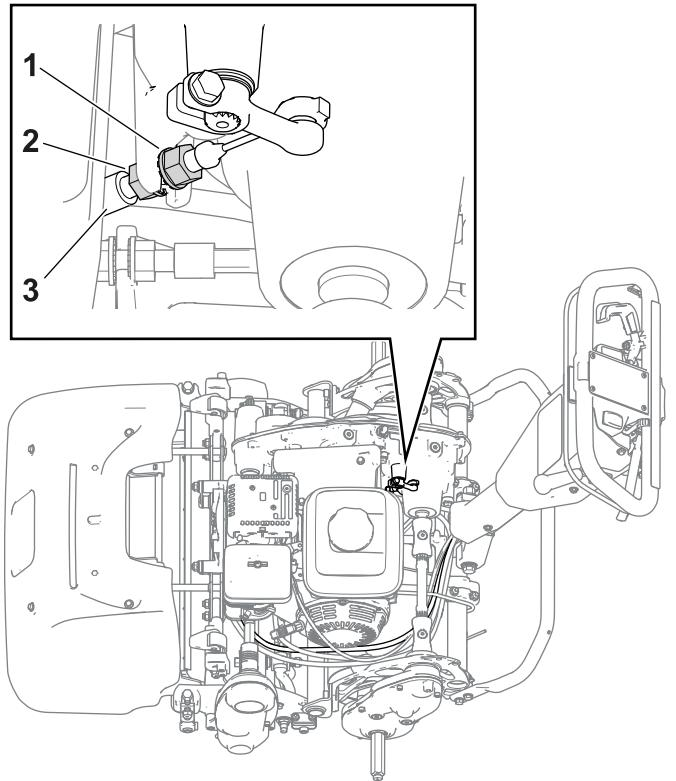

Figura 33
- Para aumentar a tensão do cabo, desaperte a porca de retenção frontal do cabo e aperte a porca de retenção traseira (Figura 33). Repita o passo 2 e ajuste a tensão, se necessário.
- Para diminuir a tensão do cabo, desaperte a porca de retenção traseira e aperte a porca de retenção frontal (Figura 33). Repita o passo 2 e ajuste a tensão, se necessário.